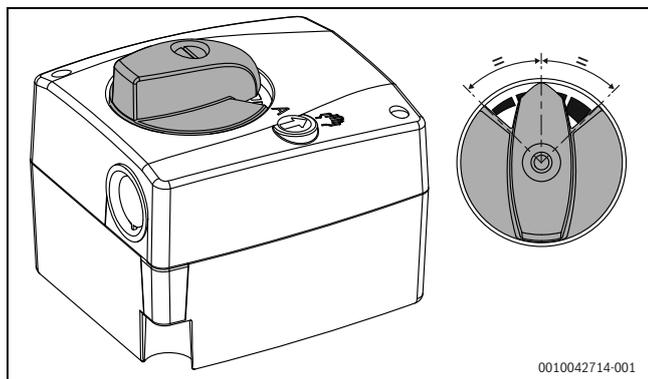

Fig. 32 Interrupteur rotatif du servomoteur de vanne mélangeuse au milieu
- ▶ Régler l'interrupteur rotatif de réglage de la vanne mélangeuse (→ fig. 32) au milieu.
- ▶ Régler le nouveau moteur sur mode manuel et le mettre au milieu à l'aide de l'interrupteur rotatif (→ fig. 32).